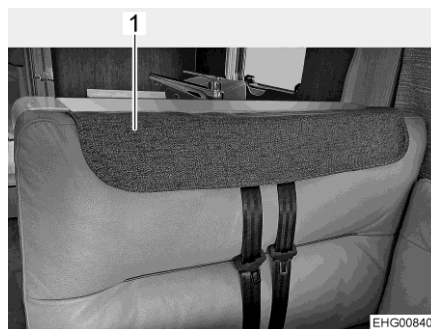

Fig. 91 Rivestimento delle cinture di sicurezza montato
Quando il veicolo è allestito, i poggiatesta possono essere rimossi dal cuscino dello schienale dei sedili per consentire una seduta più confortevole. Le aperture per i poggiatesta e per le cinture di sicurezza possono essere coperte con l'apposito rivestimento delle cinture di sicurezza (Fig. 91,1).
- Applicare il rivestimento delle cinture di sicurezza sull'apertura per le cinture di sicurezza (Fig. 91).